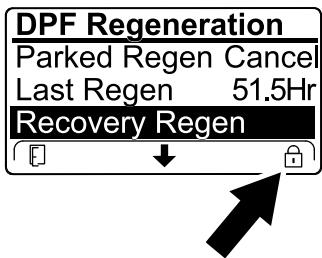

Рисунок 60
- Если компьютер двигателя не запрашивал восстановительную регенерацию, а вы перешли вниз к опции RECOVERY REGEN (Восстановительная регенерация), восстановительная регенерация будет заблокирована и в нижнем правом углу дисплея инфо-центра появится значок «Замок» (Рисунок 60).